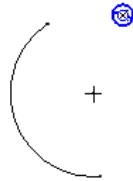

图 4.11.2 约束的“锁定”
- 按住 Shift 键的同时按下鼠标右键，对齐约束符号（小圆圈）外显示一个大一点的圆圈（图 4.11.2），这表示该对齐约束被“锁定”，此时无论将鼠标指针移至何处，系统总是将直线的起点“锁定”在圆弧（或圆弧的延长线）上。再次按住 Shift 键，同时按下鼠标右键，“锁定”将被取消。